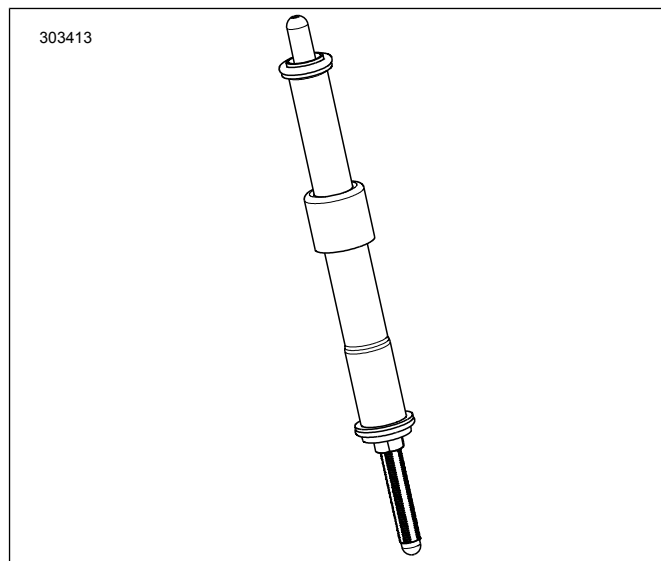

Figura 2. Varilla de empuje instalada en la cubierta de la varilla de empuje
7. Figura 2 Instale las varillas de empuje de admisión en las cubiertas de varillas de empuje.